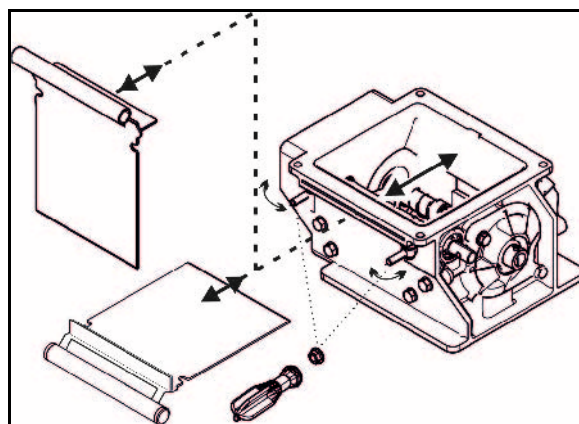

Рис. 109
2. Відкрийте запірні крани (Рис. 109/1,2).
4. Зніміть запобіжні планки для транспортування (Рис. 109/3).